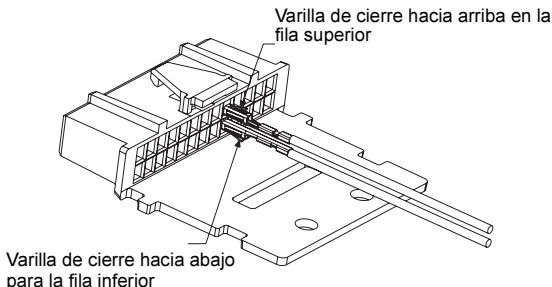

Figura 3. Orientación del terminal
El kit del pedal de emergencia incluye un cable. Cada uno de sus extremos tiene dos cables al descubierto. En los de uno de los extremos, uno de los cables tiene una arandela de conexión y el otro un terminal de contacto. Consulte la *Figura 3*, y realice las conexiones como sigue:
3. Inserte el cable con el terminal de contacto en el pin 23 del conector accesorio como se muestra en la *Figura 3*.